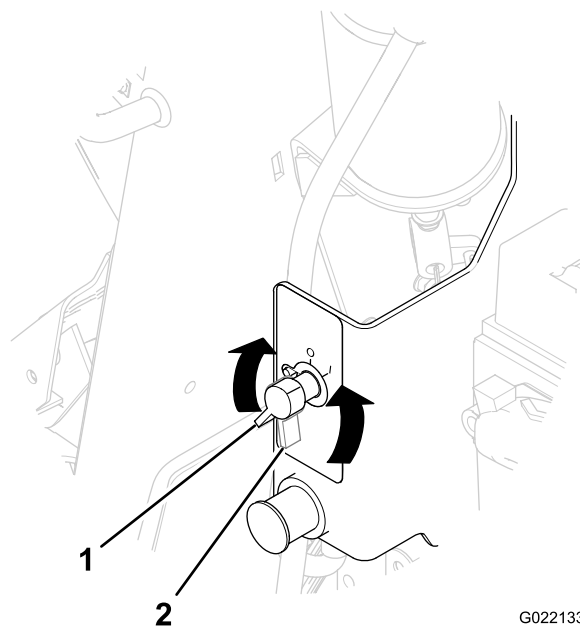

Figura 58
2. Ruotate l'interruttore di scollegamento della batteria in senso antiorario in posizione Off (Figura 58).